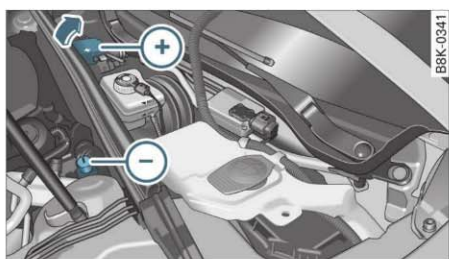

Fig. 227 Compartimentul motor: Contacte pentru cablul auxiliar și pentru redresor
- Rabatați capacul de culoare roșie de la polul plus ⇒ fig. 227.